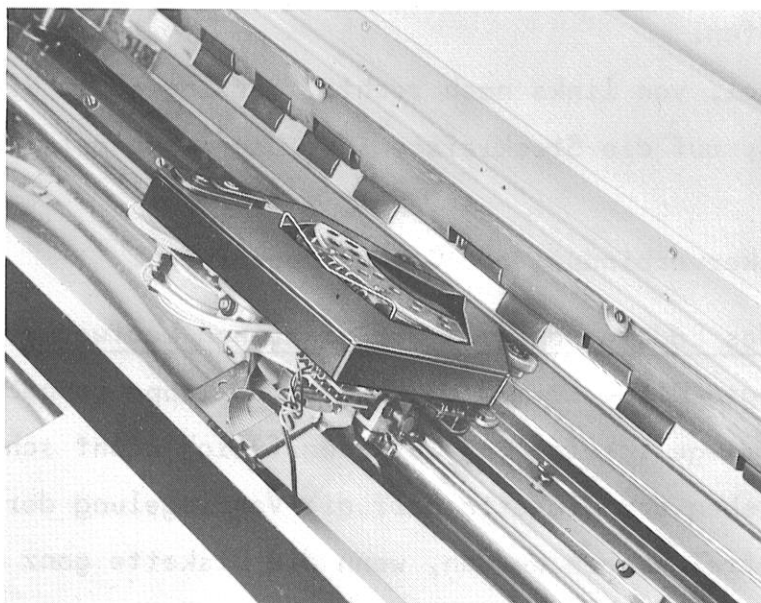

Abb. 3b
3.5 Druckkopfschlitten in die Mitte des Druckerbettes schieben und die im Beipack enthaltene Farbbandkassette aufsetzen und sichern Abb. 3b